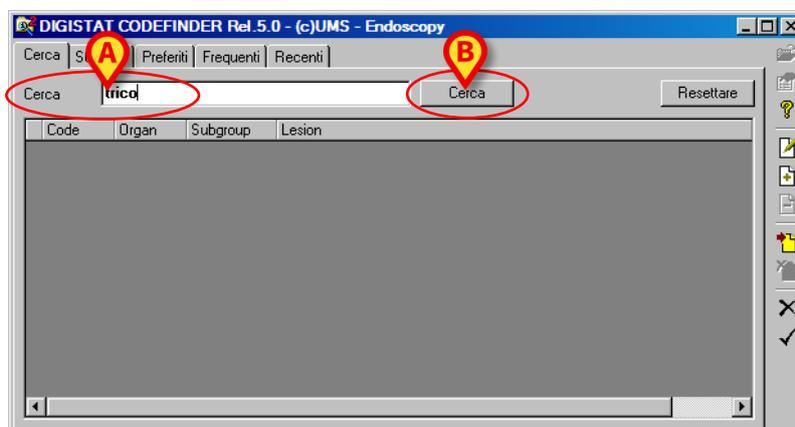
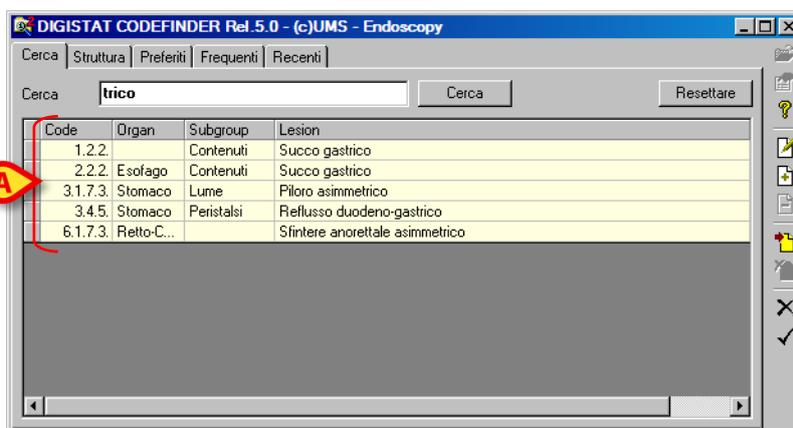

Fig 52
Fig 53
Il pannello “Cerca” (Fig 52) permette di ricercare la voce voluta tramite sequenze di caratteri alfanumerici inserite dall'utente. Per fare ciò è necessario
1. inserire la sequenza di caratteri nel campo di ricerca (Fig 52 A).
2. Cliccare il pulsante **Cerca** (Fig 52 **B**). I risultati saranno mostrati all'interno della finestra "Codefinder" (Fig 53 **A**).